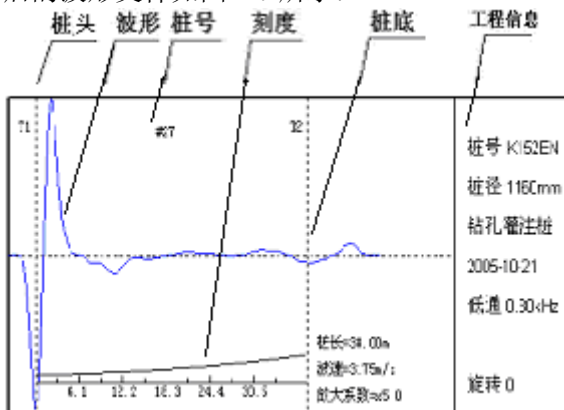

图 1-7 保存图形示例
- 5、保存选择图形：将所有选择的桩的波形信息保存成 BMP 文件，如果进行了谱分析，则保存图形时，还会同时保存谱图。保存后的波形文件如图 1-7 所示：